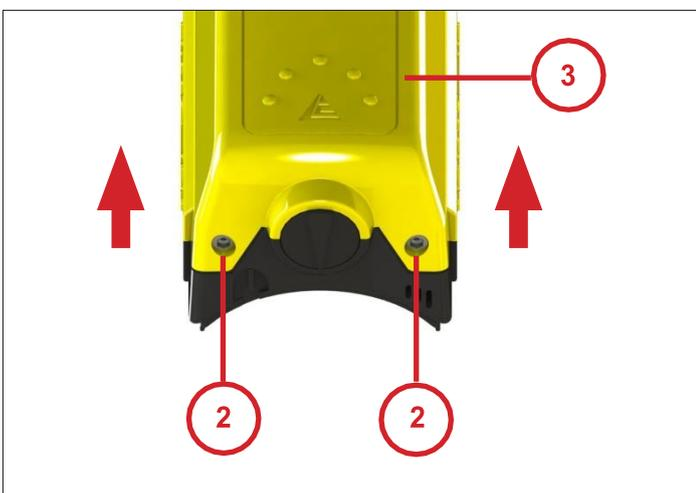

Abb. 14
- Geräte-Oberteil (3) wie in Abb. 14 beschrieben, abmontieren.
- 2 Stück Kreuzschlitz-Schrauben (14) zur Einstellung der Vibrationsstärke lockern.